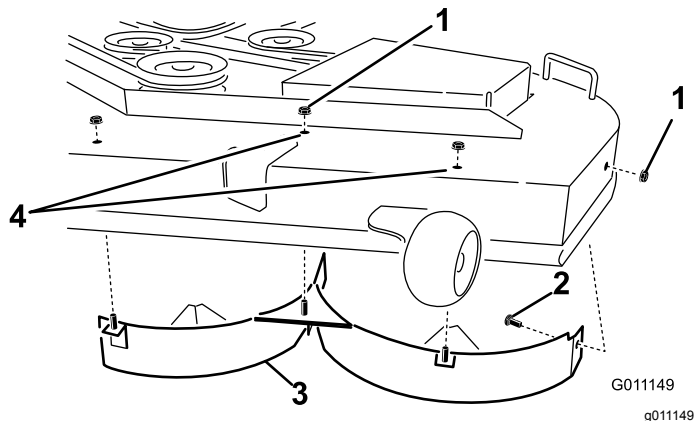

Figure 12
4. Retirez les 2 contre-écrous (5/16") fixés aux montants soudés du déflecteur gauche sur le dessus du plateau de coupe, au centre et à gauche du centre (Figure 12).
6. Déposez le déflecteur gauche du plateau de coupe, comme montré à la Figure 12.